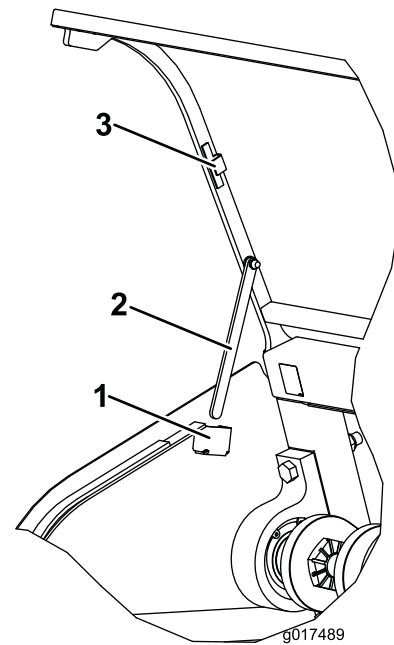

Figure 33
3. De chaque côté du capot, détachez la béquille de son support magnétique et abaissez-la dans le logement de blocage (Figure 33).